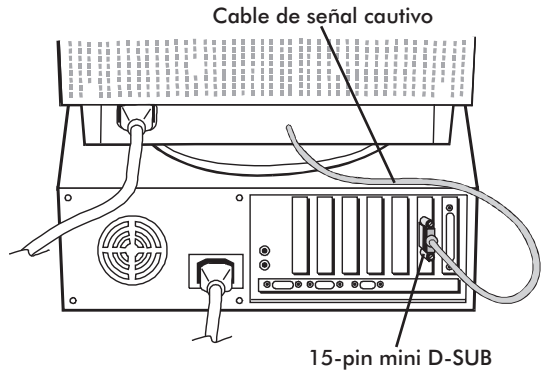

Figura A.1
3. **Para el PC:** Conecte el extremo 15-pin mini D-SUB del cable de señal cautivo a la tarjeta gráfica de su sistema (Figura A.1). Apriete los tornillos.